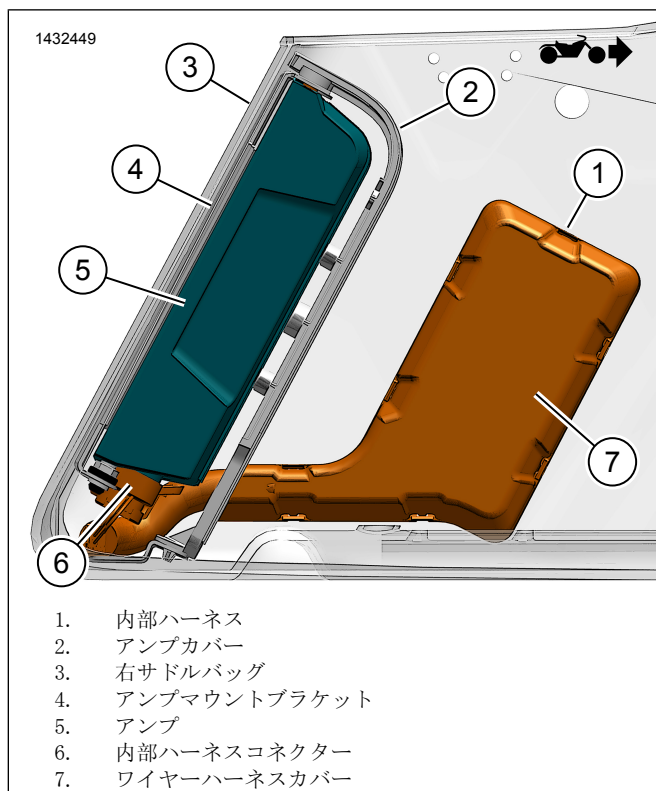

図15。アンプ付きサドルバッグハーネス
7. 図15を参照してください。アンプ(5)をアンプマウントブラケット(4)に取り付けます。